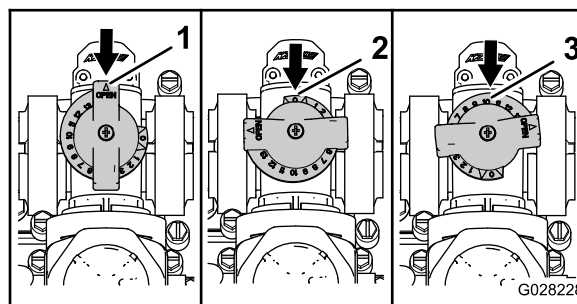

Figure 48
- La vanne de dérivation d'agitation est en position complètement OUVERTE comme montré en A sur la Figure 48.
- La vanne de dérivation d'agitation est en position complètement FERMÉE (0) comme montré en B sur la Figure 48.
- La vanne de dérivation d'agitation est en position INTERMÉDIAIRE (RÉGLÉE EN FONCTION DU MANOMÈTRE POUR LE SYSTÈME DE PULVÉRISATION) comme montré en C sur la Figure 48.